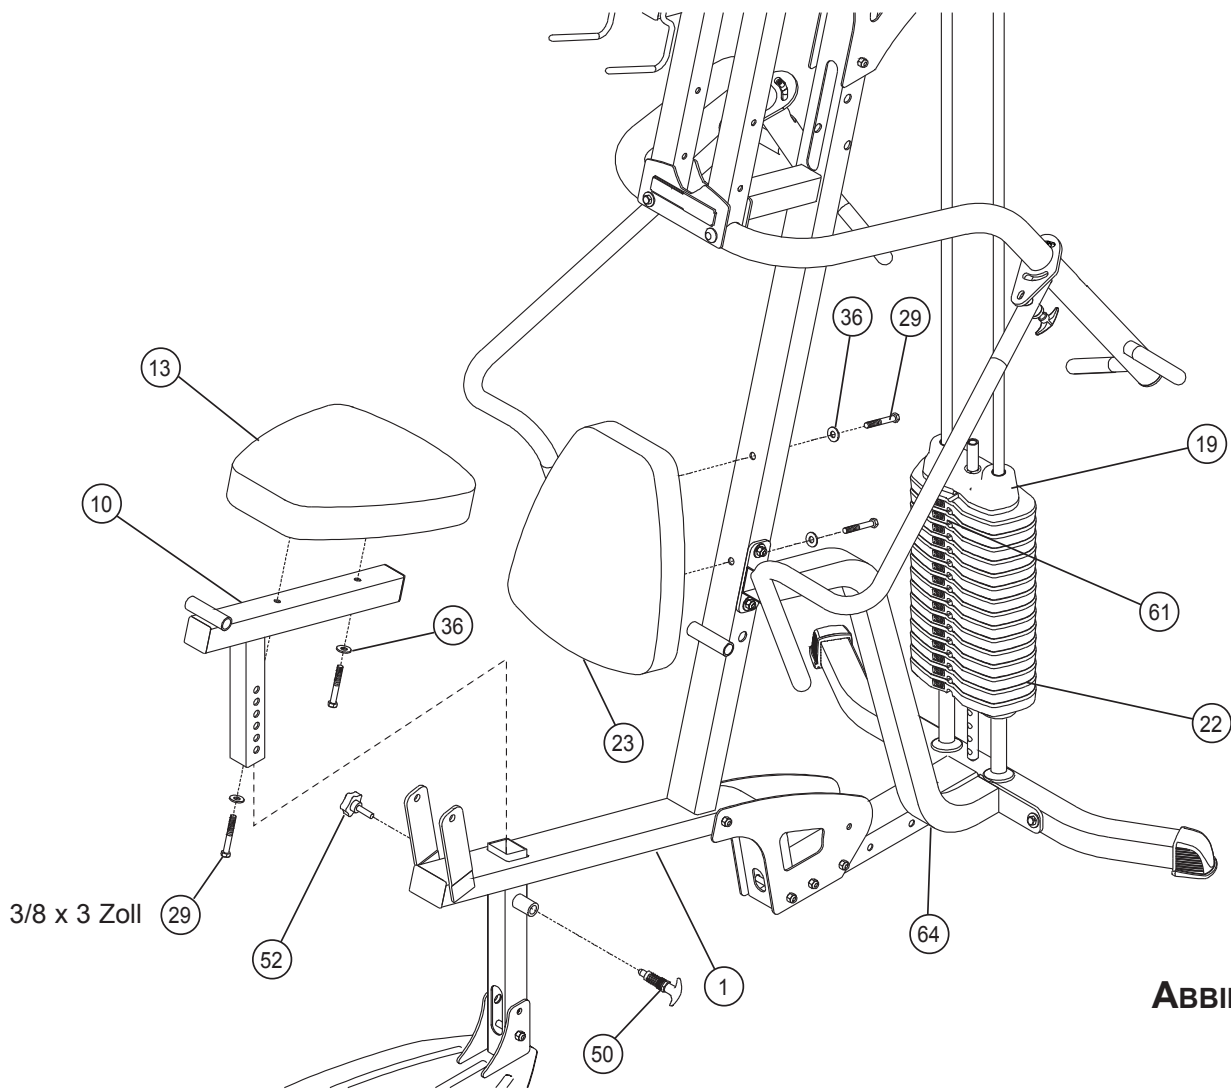

ABBILDUNG 10
- Die AUFKLEBER DES GEWICHTSTAPELS (61) wie in ABBILDUNG 10 gezeigt an den GEWICHTSPLATTEN (22) und der KOPFPLATTE (19) anbringen. An der KOPFPLATTE (19) mit der Nummer eins beginnen, und dann die Zahlen in Reihenfolge bis zur untersten Gewichtsplatte aufkleben.
- Ein SITZPOLSTER (13) mit zwei SILBERNEN 3/8 X 3 Zoll SCHRAUBEN (29) und zwei 3/8 Zoll UNTERLEGSCHIEBEN (36) wie abgebildet fest an die SITZEINSTELLVORRICHTUNG (10) montieren.
- Ein RÜCKENPOLSTER (23) mit zwei SILBERNEN 3/8 X 3 Zoll SCHRAUBEN (29) und zwei 3/8 Zoll UNTERLEGSCHIEBEN (36) wie abgebildet fest an den RAHMEN (1) montieren. Der obere Anschluss der RAHMENSTREBE (64) muss ggf. gelockert und nach dem Festziehen der RÜCKENLEHNE (23) wieder angezogen werden.
- Die SITZEINSTELLVORRICHTUNG (10) vorsichtig in das Rohr am RAHMEN (1) stecken.
- Den FEDERSTIFT DES T-GRIFFS (50) am RAHMEN (1) befestigen und den 3/8 Zoll STERNKNOPF (52) handfest anziehen.